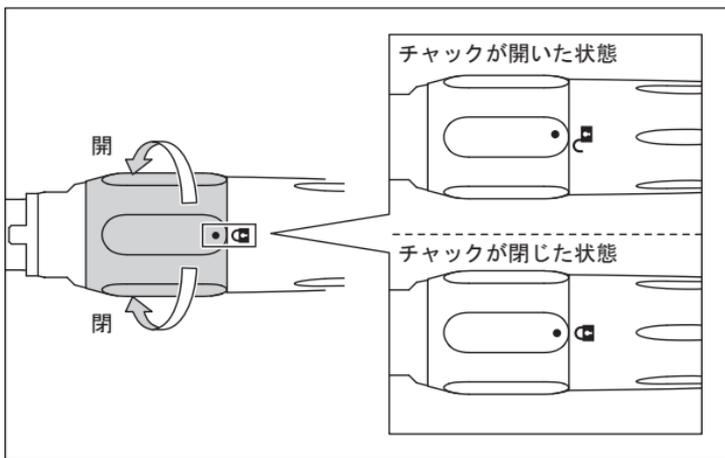

図 2
- 1) チャック開閉リングを“”の方向に「カチッ」と音がするまで回します。（図2）
- ・切削バーを固定した後、●印と“”印があることを確認してください(図2)。●印と“”印がずれた位置で回転させるとハンドピースが発熱し、火傷をすることがあります。